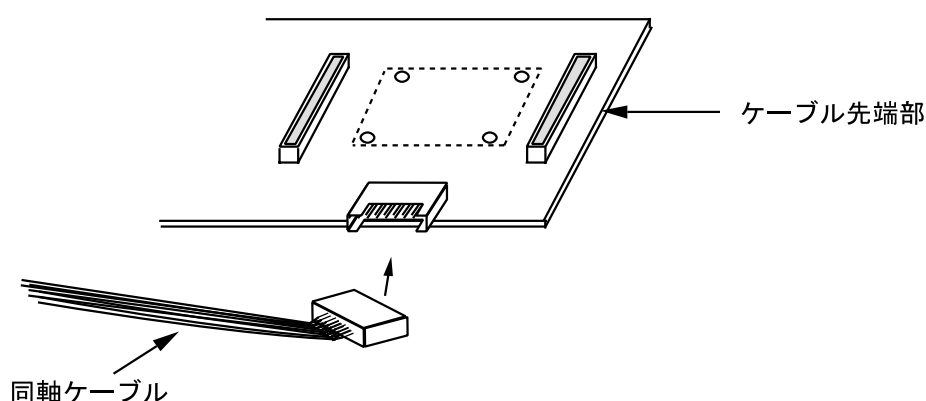

図9 同軸ケーブルの接続
- (4) OSD、サーボ系制御信号はエミュレータ本体から同軸ケーブルで接続します。図9に示すように、同軸ケーブルを接続してください。